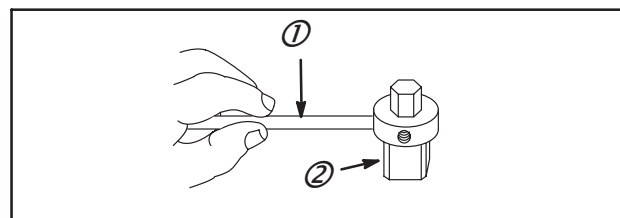

Fig. 9
1. Placer l'extrémité carrée de l'outil Réf. : 19409 (2) au centre du moyeu de la poulie comme indiqué à la Fig. 9. Tige (1).